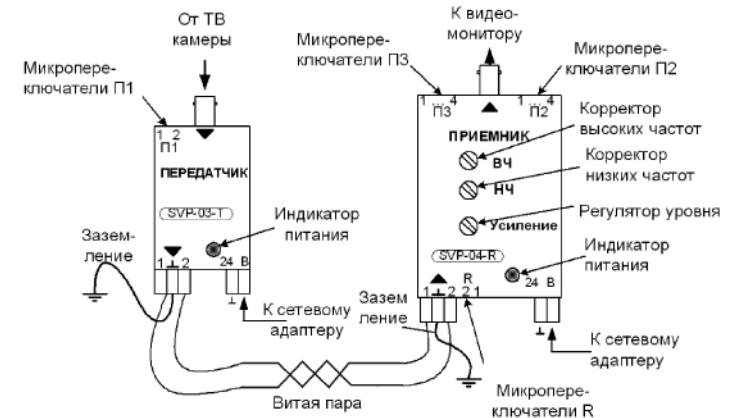

Рис. 1. Схема подключения и расположения органов регулировки SVP-03T, SVP-04R
3.1.1. Установить приемник SVP-04R на вертикальных поверхностях по месту и подключить линию связи через соответствующие разъемы с соблюдением полярности витых пар как показано на Рис.1. Для заземления устройства использовать контакт разъема для подключения к общей шине заземления.